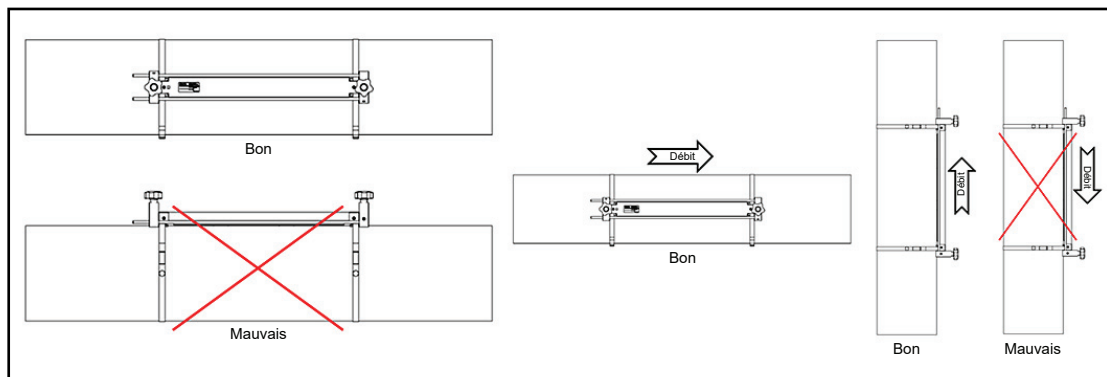

Figure 8 : Bons et mauvais emplacements des transducteurs
- Placez les transducteurs sur le même plan axial, le long de la conduite (voir la figure 8 ci-dessous). Placez les transducteurs sur le côté de la conduite, plutôt qu'en haut ou en bas, dans la mesure où le haut de la conduite a tendance à collecter les gaz et le bas à accumuler les sédiments. Chacun de ces états peut se traduire par une atténuation accrue du signal à ultrasons. Les conduites verticales ne présentent pas de telles restrictions tant que l'écoulement du fluide s'effectue vers le haut et empêche la chute libre du fluide dans une conduite partiellement remplie.